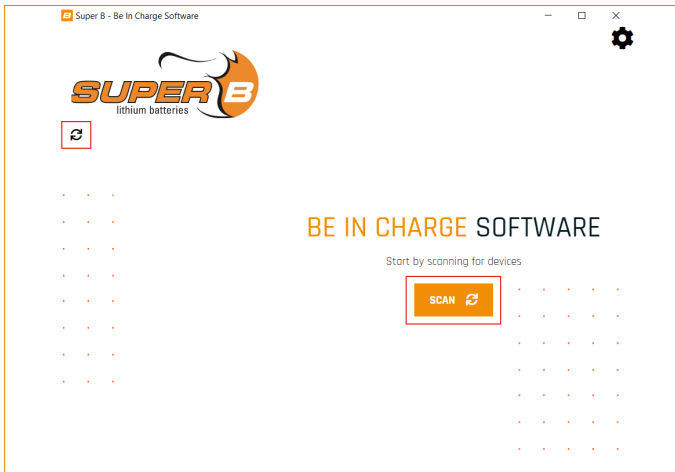
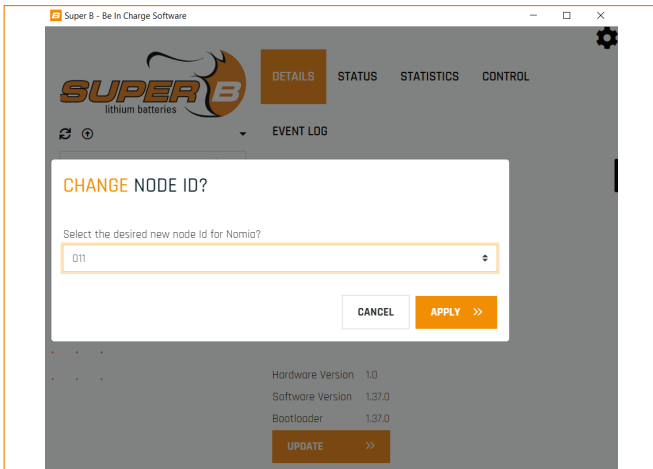
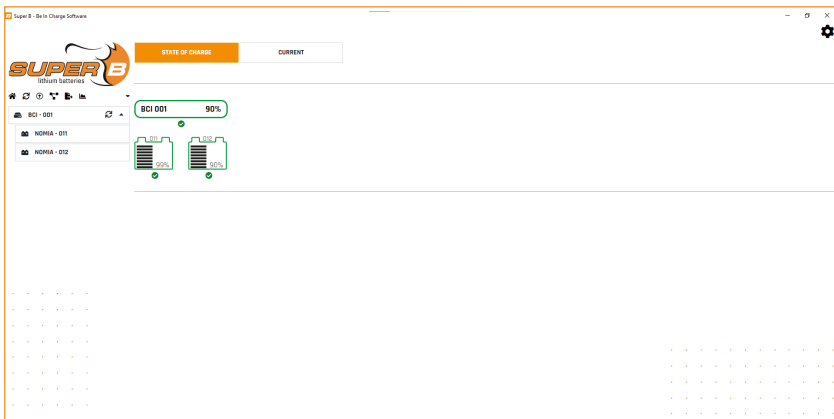

Abbildung 11. Gerätesuche „Scan“
Abbildung 15. Wählen Sie die gewünschte neue Knoten-ID aus dem Auswahlmü.
Abbildung 16. Registerkarte „Ladezustand“ - BIB und Lithium-Ionen-Batterien
2. Klicken Sie auf „Scan“. Wählen Sie den gesamten Knoten-ID-Bereich aus, indem Sie die Auswahlbalken ziehen. Die Be in Charge-Software fordert die BIB auf, nach angeschlossenen Lithium-Ionen-Batterien zu suchen. Wenn die Suche beendet ist, werden die BIB und alle daran angeschlossenen Lithium-Ionen-Batterien angezeigt (siehe Abb. 15). Wählen Sie „BCI“. Die Anzahl der angeschlossenen Lithium-Ionen-Batterien wird im Abschnitt „BCI-Konfiguration“ im Feld „Gesamtanzahl Batterien“ angezeigt (siehe Abb. 16).
Die BIB enthält vier Hardware-Eingänge: OFF (Aus), Precharge (Vorladen), ON (Ein) und Reset (Zurücksetzen) (siehe Abb. 16). Diese Option ist nur verfügbar, wenn die Benutzerebene der Be in Charge-Software auf „Integrator“ eingestellt ist (siehe Abb. 11). Die Eingänge können zur Steuerung der BIB verwendet werden. Sie können auf Active High (Aktiv Hoch) oder Active Low (Aktiv Niedrig) eingestellt werden.
Hinweis: Diese Option ist nur sichtbar, wenn die Benutzerebene auf „Integrator“ eingestellt ist (siehe Abb. 11).
Im Abschnitt „BCI-Module“ (siehe Abb. 16) kann ein Kommunikationsprotokoll für den Slave-Anschluss der BIB (J2) ausgewählt werden. Die Standardeinstellung ist CANOpen (CiA418 und Super B-Funktionen). Es besteht auch die Möglichkeit, proprietäre Protokolle zu verwenden. Diese Liste kann sich ändern. Deshalb kann die Liste je nach Software-Version anders aussehen.
Mit der Einstellung „Auto On“ (siehe Abbildung 16) wird die automatische Einschaltfunktion aktiviert. Wenn sie aktiviert ist, geht die BIB automatisch in den ON-Zustand (siehe 3.2.2.1), wenn die BIB hochfährt oder ein Reset durchgeführt wurde. Die BIB geht in den Fehlerzustand (siehe 3.2.2.4), wenn ein Fehler auftritt. Wenn der Fehler behoben ist, geht die BIB automatisch in den ON-Zustand, wenn die „Auto On“-Funktion aktiviert ist.